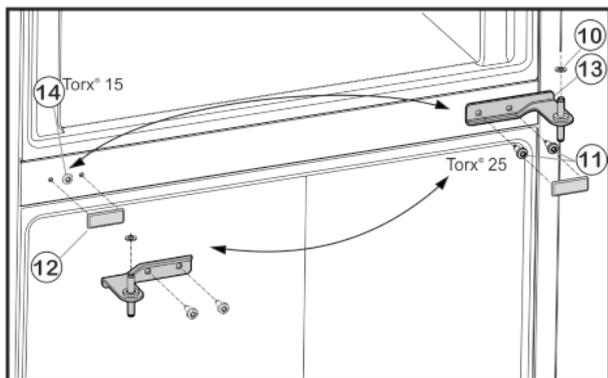

Fig. 5
► Открутите крепежные винты Fig. 5 (11) (2 шт. Torx® 25) и извлеките средний опорный кронштейн из нижней дверцы.
► Снимите пластиковую шайбу Fig. 5 (10).
- ▶ Осторожно снимите крышку Fig. 5 (12).
- ▶ Открутите крепежный винт Fig. 5 (14) (1 шт. Torx® 15) и установите его на противоположной стороне.
- ▶ Установите крышку Fig. 5 (12) на противоположной стороне.
- ▶ Вставьте средний опорный кронштейн Fig. 5 (13) с поворотом на 180° в нижнюю дверцу и прикрутите с помощью крепежных винтов Fig. 5 (11) (2 шт. Torx® 25) на новую сторону шарнира (с моментом 4 Нм).
- ▶ Снова установите пластиковую шайбу Fig. 5 (10).
- ▶ Установите верхнюю дверцу на средний опорный кронштейн Fig. 5 (13).